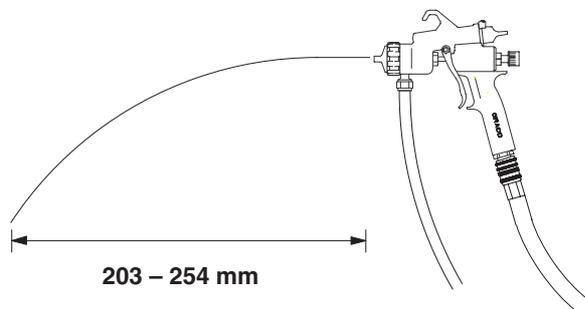

Fig. 3
2. Si se usa un recipiente a presión remoto, mantenga la pistola paralela al suelo y ajuste la presión de líquido para que produzca una corriente de líquido de 203 a 254 mm. Vea la Fig. 3.